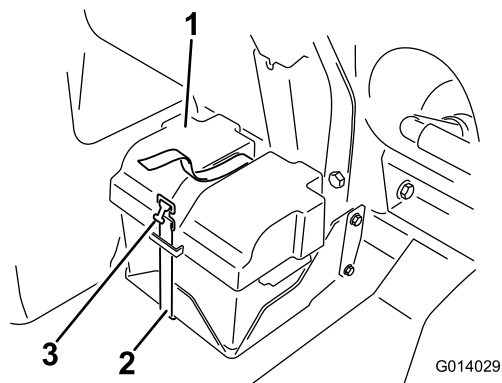
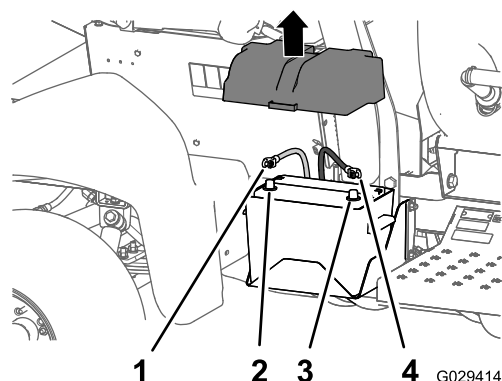

Рисунок 3
Рисунок 4
3. Снимите крышку аккумуляторной батареи и отсоедините отрицательный (черный, земля) кабель от штыря аккумулятора (Рисунок 3 и Рисунок 4).
4. Отсоедините положительный (красный) кабель от штыря аккумуляторной батареи (Рисунок 4).